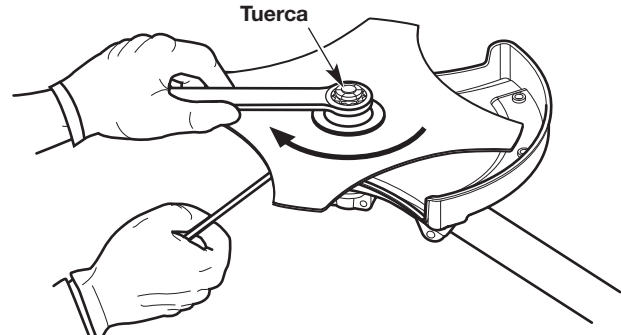

Fig. 28
3. Mantenga la varilla de seguridad en su lugar (Fig. 28).
4. Mientras sostiene la varilla de seguridad en su lugar, afloje la tuerca girándola en el sentido de las agujas del reloj con una llave de tuercas (Fig. 28).